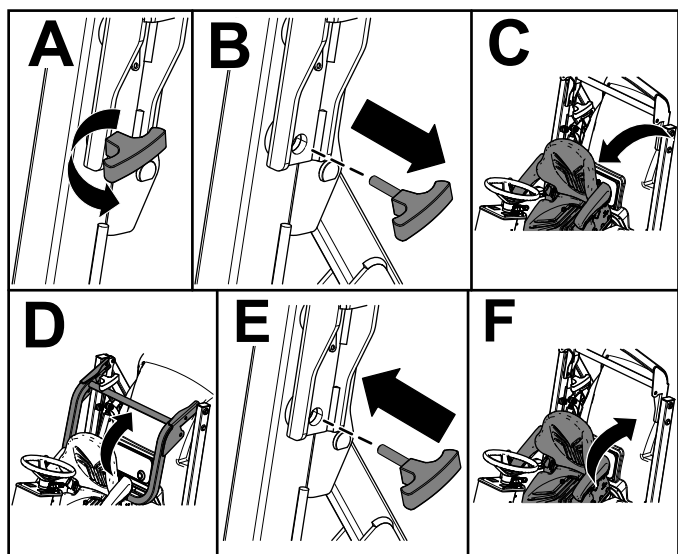

Figure 16
4. Basculez le siège en avant (Figure 16).
5. Retirez les boutons-goupilles de l'arceau de sécurité (Figure 16).
6. Relevez l'arceau de sécurité et fixez-le en position avec les boutons-goupilles (Figure 16).
7. Rabattez le siège en arrière en position verrouillée (Figure 16).